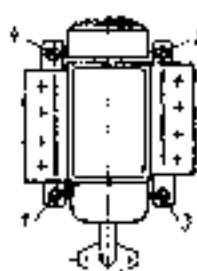

Bild 53. Anziehen der Befestigungsschrauben an der Einspritzpumpe
8. Den Steuerhebel 2 gegen die Schraube 1 und den Hebel 7 gegen die Schraube 6 drücken, die Pumpenwelle mit 100 min⁻¹ laufen lassen und die Fördermenge prüfen, die 195 ... 210 mm³ je Pumpenspiel betragen soll. Die Einstellung erfolgt mit der Schraube 6. Durch Eindrehen dieser Schraube wird die Fördermenge vermindert und durch Herausdrehen vergrößert. Nach der Einstellung die Schraube gut sichern. Beim Einbau der Einspritzpumpe am Motor die Befestigungsschrauben gleichmäßig in mehreren Schritten und in der im Bild 53 gezeigten Reihenfolge anziehen.